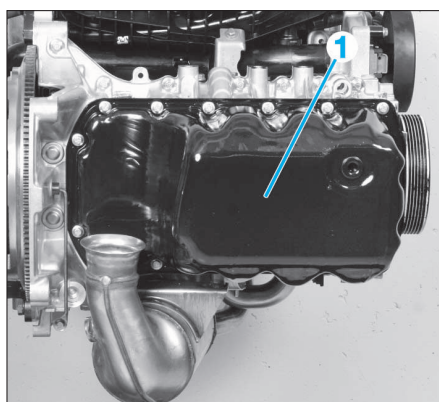

FIG. 42
- Déposer le carter d'huile (1) (Fig.42).